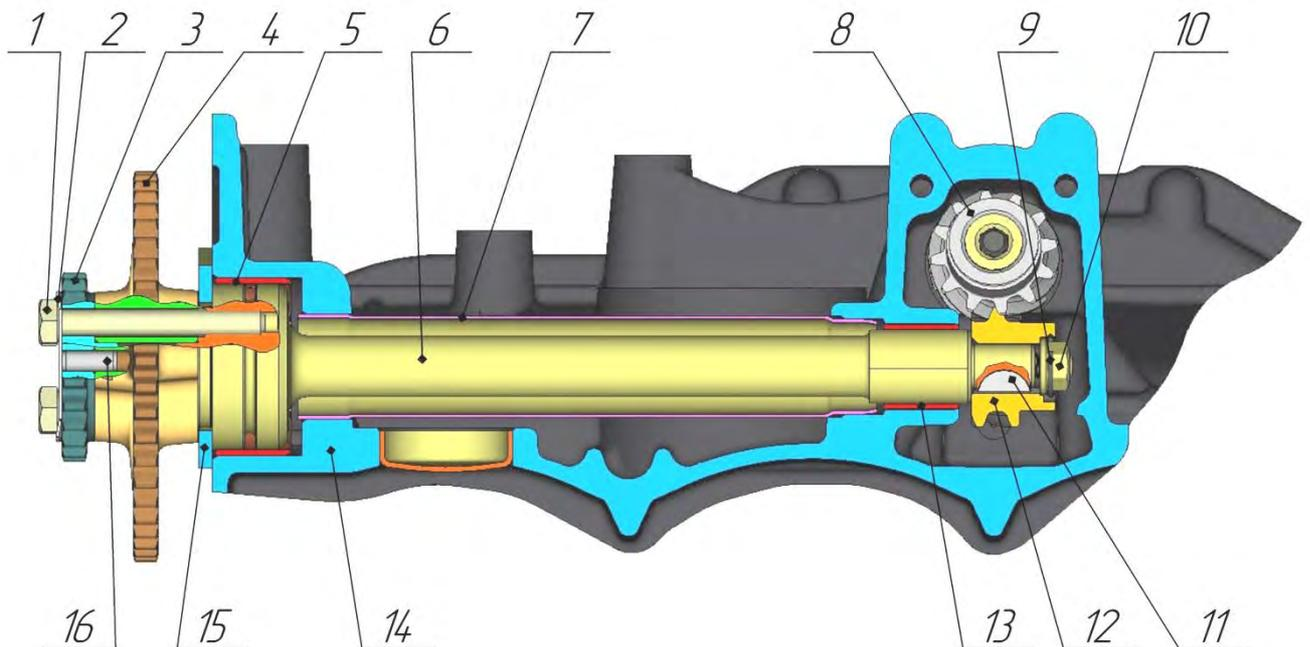

Abb. 26. Zwischenwelle:
**Zwischenwelle** (Abb. 26) - dient zum Antrieb der Ölpumpe. Es kann die Stahlzwischenwelle in einteiliger Konstruktion oder vorgefertigter Konstruktion verwendet werden. Die vorderen und hinteren Lagerzapfen der vorgefertigten Vorgelegewelle werden pulvermetallurgisch aus Pulverwerkstoff hergestellt und auf eine Stahlwalze gepresst.